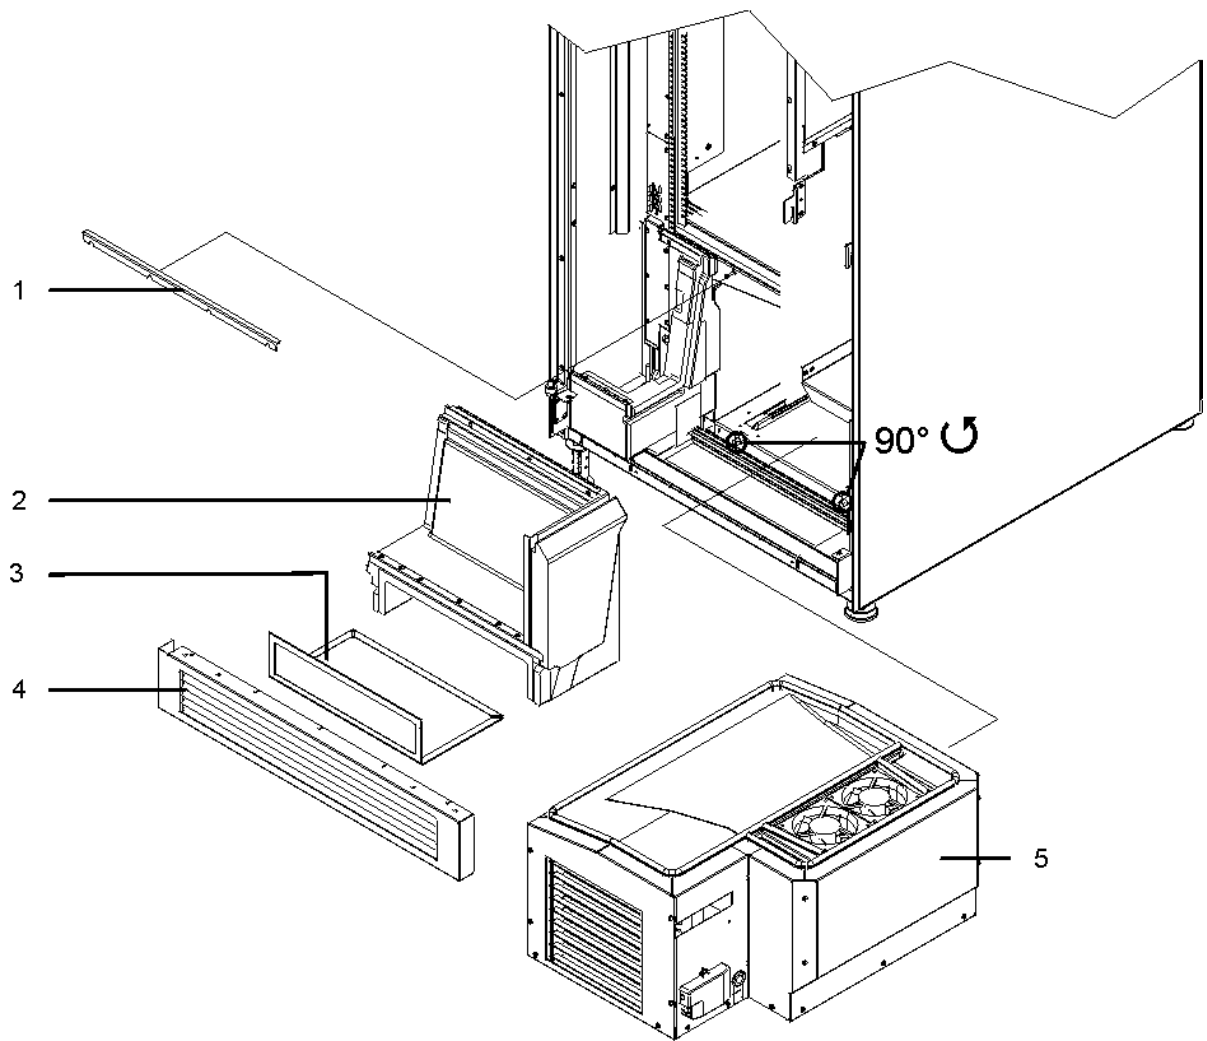

Abbildung 5
7. Lösen Sie die beiden in Abbildung 5 markierten Sechskantschrauben durch eine 90°-Drehung nach links mit einem Gabelschlüssel.